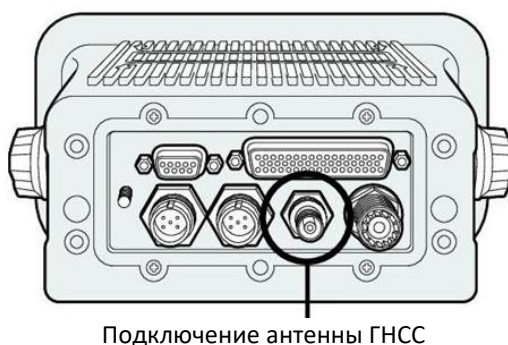
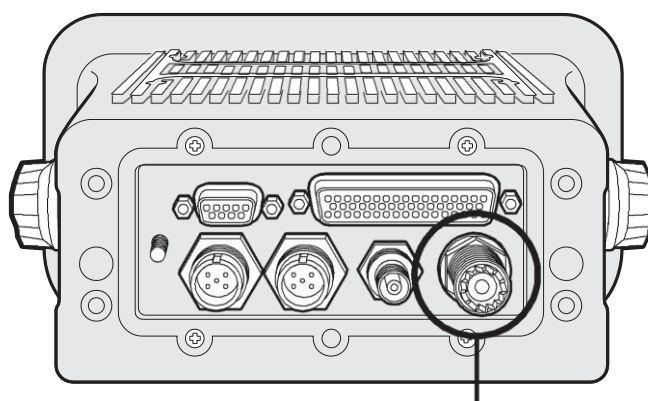

Рис. 40 Подключение антенны ГНСС
Рис. 42 Подключение УКВ-антенны
- Присоедините кабель антенны ГНСС к разъему ГНСС на передатчике АИС, как это показано на Рис. 40.
- Присоедините кабель УКВ-антенны к разъему УКВ на приемопередатчике АИС, как показано на Рис. 42.
Если антенны еще не были подключены, необходимо подключить к приемопередатчику антенны ГНСС и УКВ. Рекомендации содержатся на Рис. 40 и на Рис. 42.